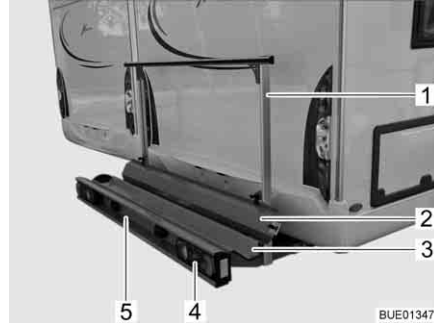
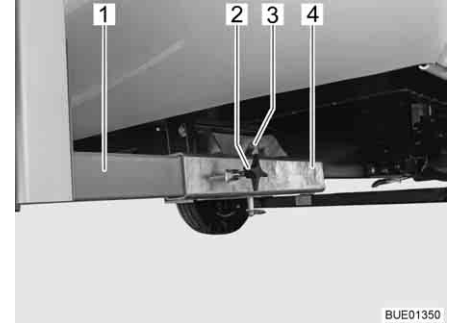

Fig. 9 Suporte de cargas
Fig. 10 Fixação ao veículo
O suporte de cargas (Fig. 9) dá-lhe a possibilidade de levar uma moto ou uma motoreta com um peso até 130 kg.
- Cuba de suporte (Fig. 9,3) e estribo de fixação (Fig. 9,1) com fixação no veículo (Fig. 10)
- Luzes traseiras (Fig. 9,4)
- Iluminação da matrícula do veículo (Fig. 9,5)
- Rampa de acesso (Fig. 9,2)
Ambos os suportes longitudinais (Fig. 10,1) do suporte de cargas estão fixados ao chão do veículo por meio de parafusos com pegas (Fig. 10,2) nos apoios quadrangulares (Fig. 10,4). O suporte de cargas é fixado por meio de um pino (Fig. 10,3) com anel de retenção.